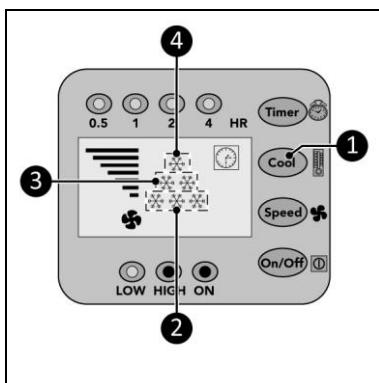

Figure 12
1. Appuyez à plusieurs reprises sur la touche de refroidissement (figure 12, pos. 1) pour définir la température ambiante souhaitée :
- 28 °C, l'écran affiche 1 indicateur de refroidissement (figure 12, pos. 4).
- 25 °C, l'écran affiche 2 indicateurs de refroidissement (figure 12, pos. 3).
- 22 °C, l'écran affiche 3 indicateurs de refroidissement (figure 12, pos. 2).
- <22 °C, l'écran affiche 6 indicateurs de refroidissement (figure 12, pos. 2, 3 et 4).